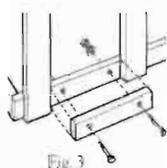

Fig. 3
3. Los bloques para postes. Corta la pieza de 5 x 15 x 240 cm en tres trozos, teniendo en cuenta que se ajusten entre los postes frontales y atorníllalas a ras del suelo (Fig. 3).